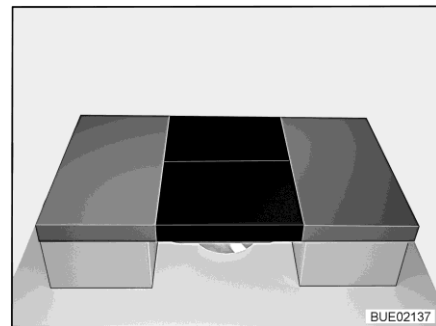

Bild 167 Nach dem Umbau
- Zwei Zusatzpolster auf den Tisch legen (siehe Bild 167).